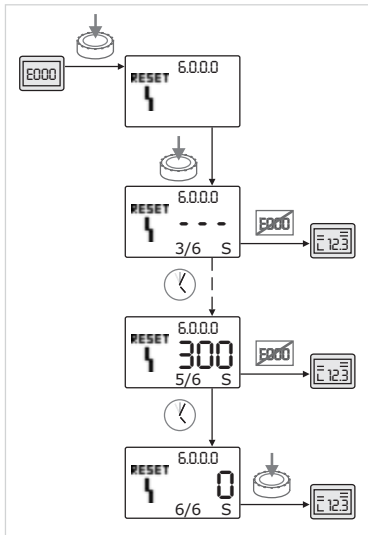

Рис. 53: Квитирование ошибки типа С
- При возникновении ошибок типа С выполнять квитирование следующим образом (рис. 53):